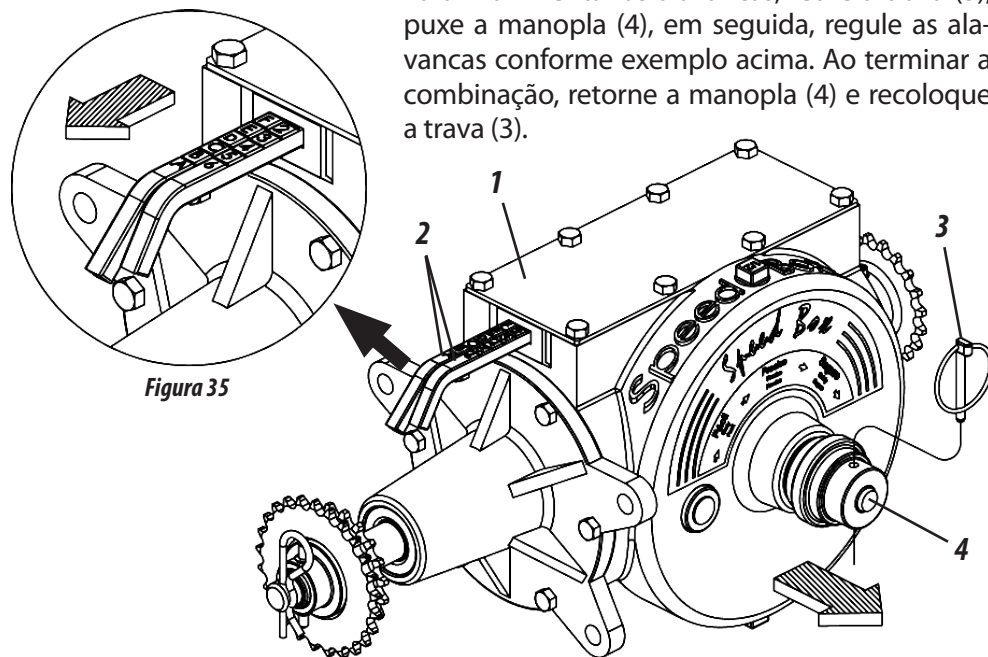

Figura 35
SPEED BOX (FIGURA 35)
- 1- Selecione a quantidade desejada nas tabelas e verifique a combinação correspondente nas alavancas (2). **Exemplo:** Posição **F2** na tabela, indica que a alavanca com letras deve estar na posição **"F"** e a alavanca com números deve estar na posição **"2"**, conforme mostra a figura 35.
- 2- Para movimentar as alavancas, retire a trava (3), puxe a manopla (4), em seguida, regule as alavancas conforme exemplo acima. Ao terminar a combinação, retorne a manopla (4) e recoloca a trava (3).